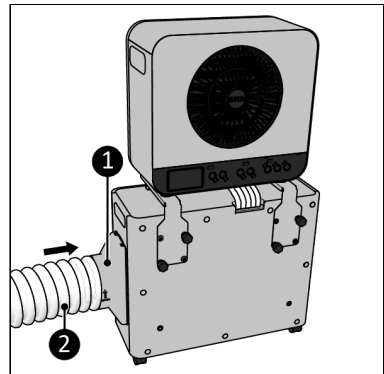

Abbildung 58.
9. Schließen Sie den Adapter (Abbildung 58, Pos. 1) an die Seite des Außengeräts (Abbildung 58, Pos. 1) an.
10. Dehnen Sie den Wärmeabluftschlauch (Abbildung 58, Pos. 2) an einem Ende leicht und schrauben Sie ihn (gegen den Uhrzeigersinn) auf den Adapter.
3. Der Adapter (Abbildung 58, Pos. 1) und der Wärmeabluftschlauch (Abbildung 58, Pos. 2) müssen seitlich am Außengerät angeschlossen werden.